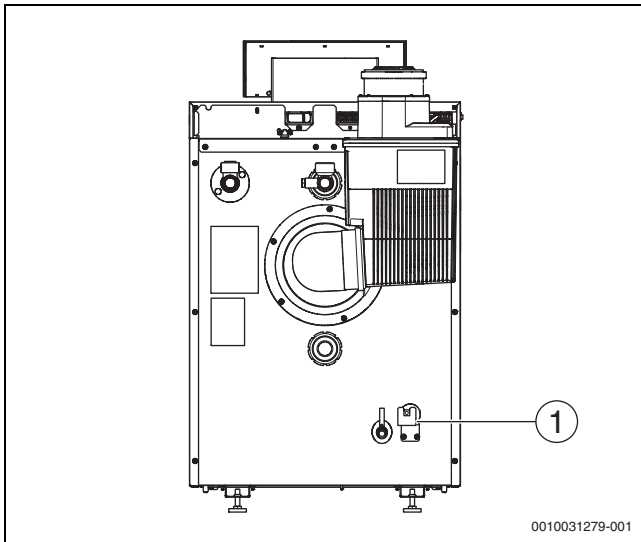

Bild 31 Haltewinkel montieren
- Haltewinkel (→ Bild 31, [1]) mit den zuvor entfernten Schrauben an der Rückwand montieren.